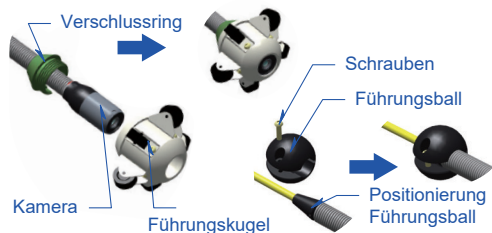

Abb. 12. 134mm Führungskugel
- 2) Montage 134mm Führungskugel und 60mm Führungsball (Abb. 12)